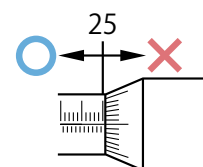

Fig. 2
1. No mueva el husillo mas alla del límite superior del intervalo de medición ya que esto puede dañar a algunos tipos de micrómetro digital. (**Fig. 2**)